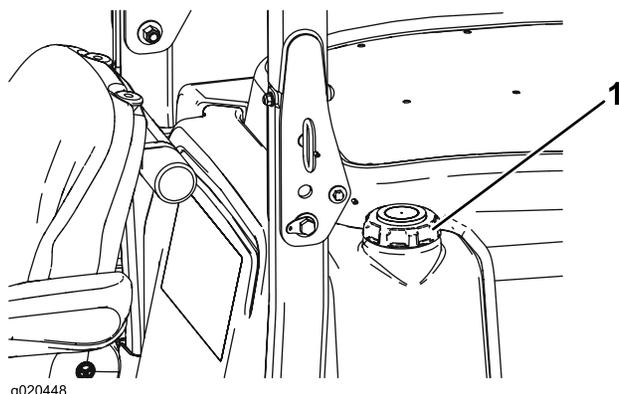

Figura 10
3. Togliete il tappo dal serbatoio carburante (Figura 10).